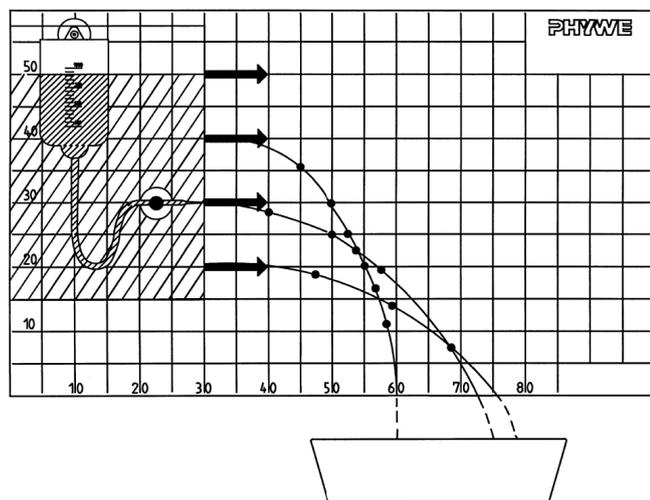

Fig. 2
- Dibujar en la pizarra los contornos de un recipiente imaginario más grande, que será modelado por el recipiente de salida. (Fig. 2)